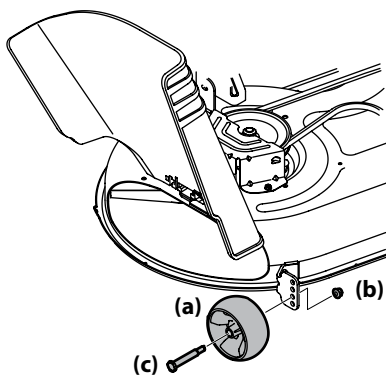

Figura 2-11
- Retire las ruedas de calibración delanteras y traseras (a) retirando las tuercas de sujeción (b) y los tornillos con reborde (c) que las sujetan a la plataforma. Consulte la Figura 2-11.